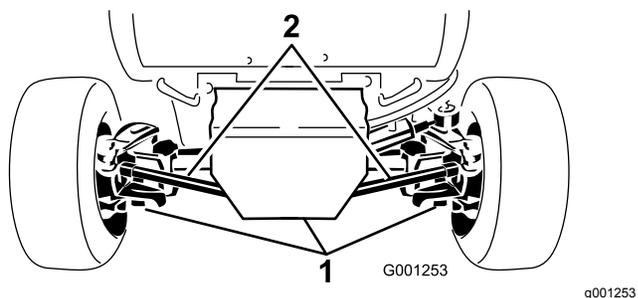

図 62
2. ドレンプラグ3個の周辺をウェスできれいにぬぐう 図 62。